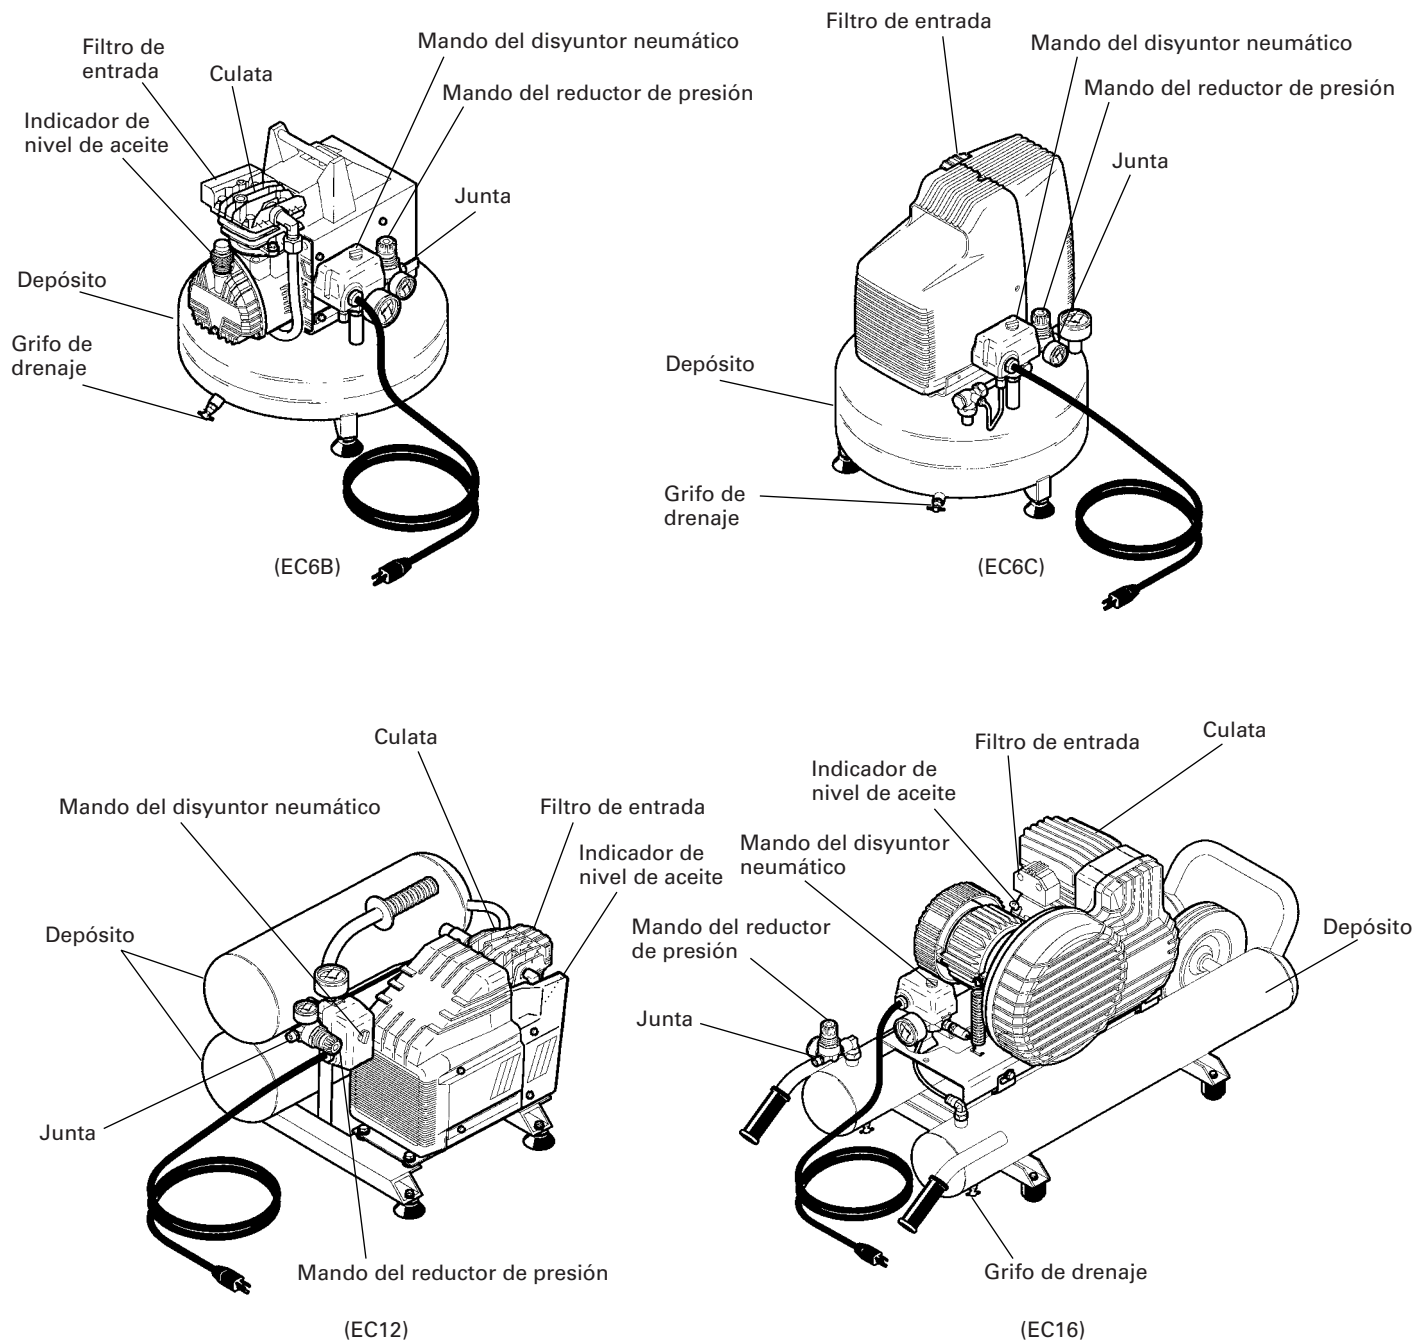
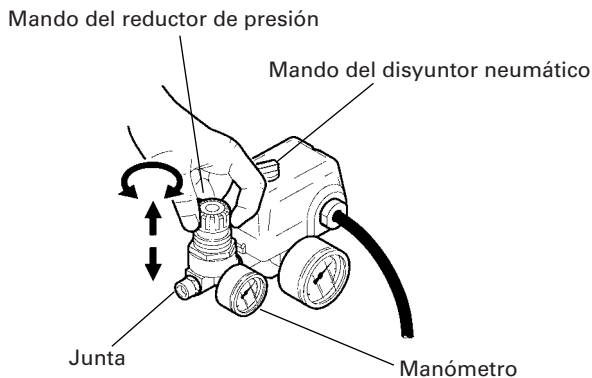
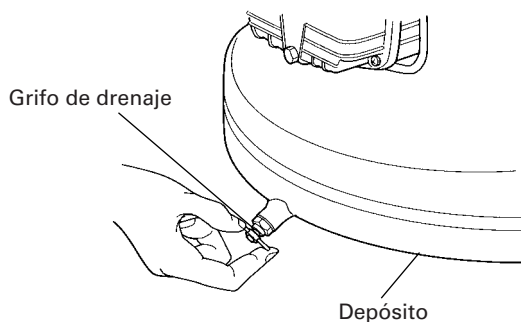
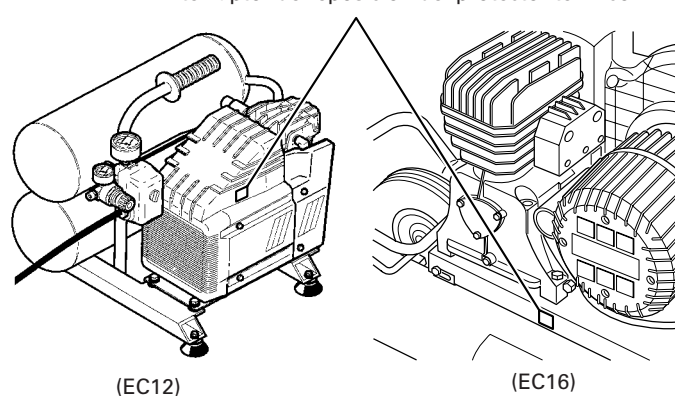

Fig. 1
Fig. 4
Fig. 5
Fig. 6
Atornille el acoplador de aire en la junta. (Consulte la Fig. 1 y la Fig. 4.) El diámetro de la entrada de la junta es de 3/8". Utilice un acoplador de aire que posea el mismo diámetro de entradas.
Inserte el enchufe en un receptáculo y ponga en funcionamiento el compresor girando el mando del disyuntor neumático hasta "AUTO". (Consulte la Fig. 1 y la Fig. 4.)
Desenganche el mando del reductor de presión tirando de él hacia arriba, y ajuste la presión hasta el nivel requerido girándolo hacia la derecha para aumentar y hacia la izquierda para reducirla. Existe un manómetro para saber cuando se ha alcanzado la presión requerida. Cierre el mando empujándolo firmemente hacia abajo (Fig. 4).
- (1) Gire el mando del disyuntor neumático hasta la posición "OFF" (Fig. 1).
- (2) Desconecte el enchufe del tomacorriente.
- (3) Abra el grifo de drenaje situado en la parte inferior del depósito (Fig. 5).
(Este ítem no será necesario si su compresor no dispone del interruptor de reposición del protector térmico mostrado en la Fig. 6.)
- (1) Ponga la perilla del interruptor de presión en la posición OFF (Fig. 1) y desconecte el enchufe del tomacorriente.
- (2) Si el cable prolongador no cumple las especificaciones ofrecidas en la página 26, reemplácelo por otro como el mostrado en la página 26. Si la capacidad de la fuente de alimentación es insuficiente, aumentela para eliminar la causa de un flujo excesivo de corriente (sobrecorriente).
- (3) Espere aproximadamente 5 minutos, y después presione el interruptor de reposición del protector térmico (Fig. 6).
- (4) Ponga la herramienta en marcha. Si el motor se para durante la operación, póngase en contacto con un centro de reparaciones.
Quite el filtro de entrada (consulte la Fig. 1) cada 50 horas, o una vez a la semana, y limpie el interior del mismo y de su elemento con aire comprimido (Fig. 7). Utilice un destornillador Philips para desmontar el filtro de entrada de los modelos EC6B, EC6C, y EC12. Utilice una llave Allen para desmontar el filtro del modelo EC16.
Drene el depósito diariamente, o después de 4 horas de utilización. Abra el grifo de drenaje e incline el compresor para vaciar el agua acumulada (Fig. 5).